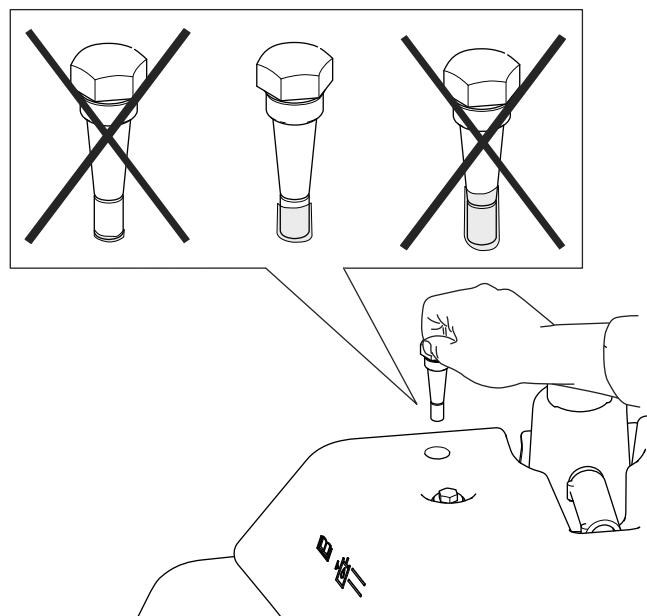

图 55
4. 取出量油尺并检查液压油位。如果液压油介于量油尺上的标记之间表明油位足够。如果油位未介于标记之间则需要相应调整液压油位 图 55。